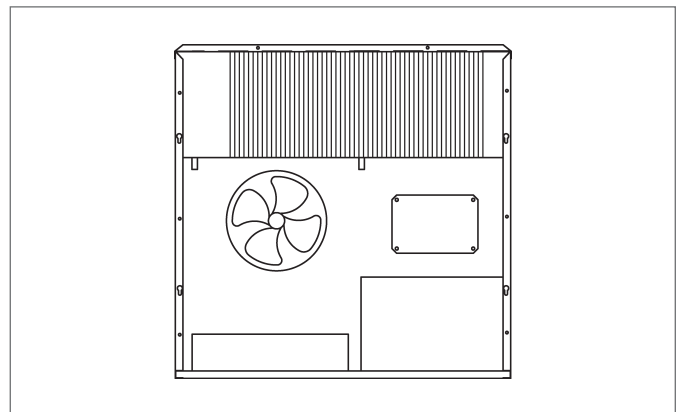

Fig. 4-7: Orientación del deshumidificador
2. Coloque el deshumidificador en el marco de montaje con el intercambiador de calor arriba (véase la fig. 4-7).